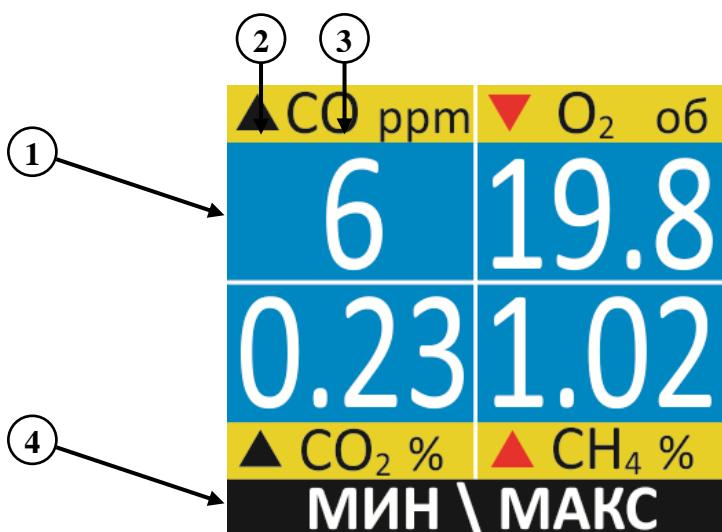

Рисунок 12. Дисплей в режиме отображения
В этом режиме отображаются максимальные (для каналов метана, оксида и диоксида углерода) и минимальные (для канала кислорода) измеренные данные за период после включения прибора (позиция 1 на рис.12). В этом режиме рядом с измеряемым параметром (3) отображаются символы "▼" или "▲" (2), внизу дисплея - надпись "МИН\МАКС" (4), фон подсветки изменен на синий, чтобы отличить от режима отображения измеренных данных. В случае превышения ПДК символы "▼" или "▲" станут красного цвета.